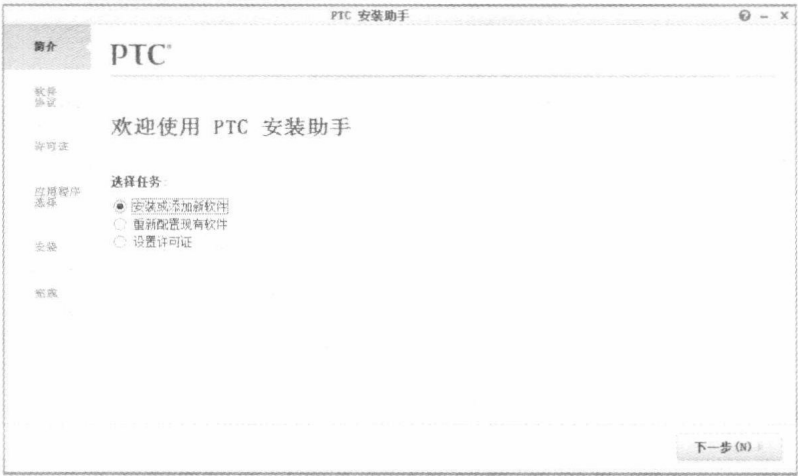

图 1-1 “PTC 安装助手”对话框(“简介”选项卡)
- (1) 将合法获得的 Creo 2.0 的许可证文件 ptc_licfile. dat 复制到计算机中的某个位置,例如 E:\Program Files\PTC\ptc_licfile. dat。
- (2) 双击安装系统目录下的安装程序,等待片刻后,弹出“PTC 安装助手”对话框,进入“简介”选项卡,如图 1-1 所示。